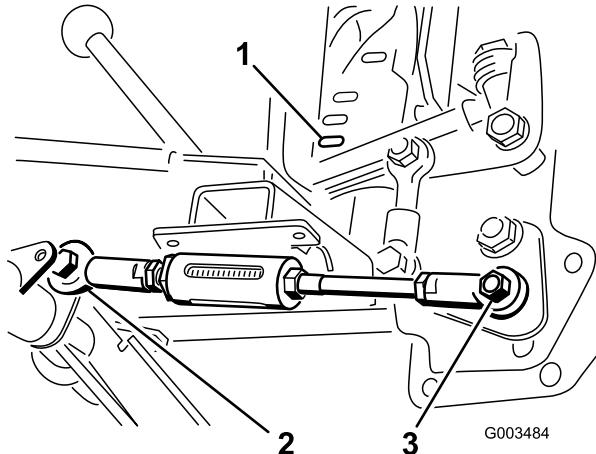

Рисунок 8
- Двигайте рукоятку подъема, пока отверстие в шаровой опоре не совместится с отверстием на правой стороне рычага регулируемой тяги на шарнирной трубе, и прикрепите тягу к рычагу болтом (1/2 x 1-1/2 дюйма) и контргайкой (1/2 дюйма) как показано на Рисунок 8.